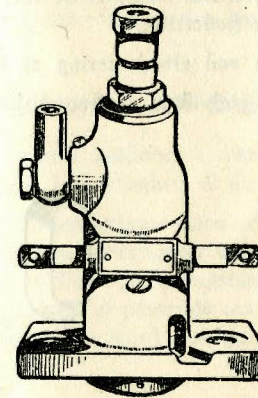

Fig. 12. Type BPF1C../00
Modellerne BPF1C, BPF1X og BPF1D leveres med to forskellige flangekonstruktioner, som er vist på fig. 12 og 13, med typebetegnelserne:
- 1) BPF1C../00, BPF1X../00 og BPF1D../00. Vandret flange med længdeaksen parallel med reguleringsstangen (fig. 12).